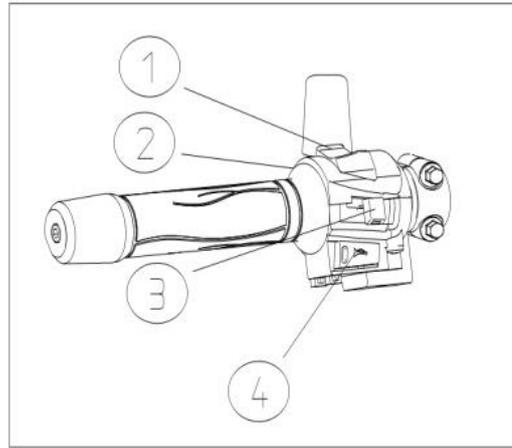

Fig. 7 Punho esquerdo
5. Comandos no punho esquerdo (Fig. 7)
- ① Interruptor de luzes médios/máximos
- ② Botão de flash
- ③ Interruptor dos indicadores de mudança de direção
- ④ Buzina